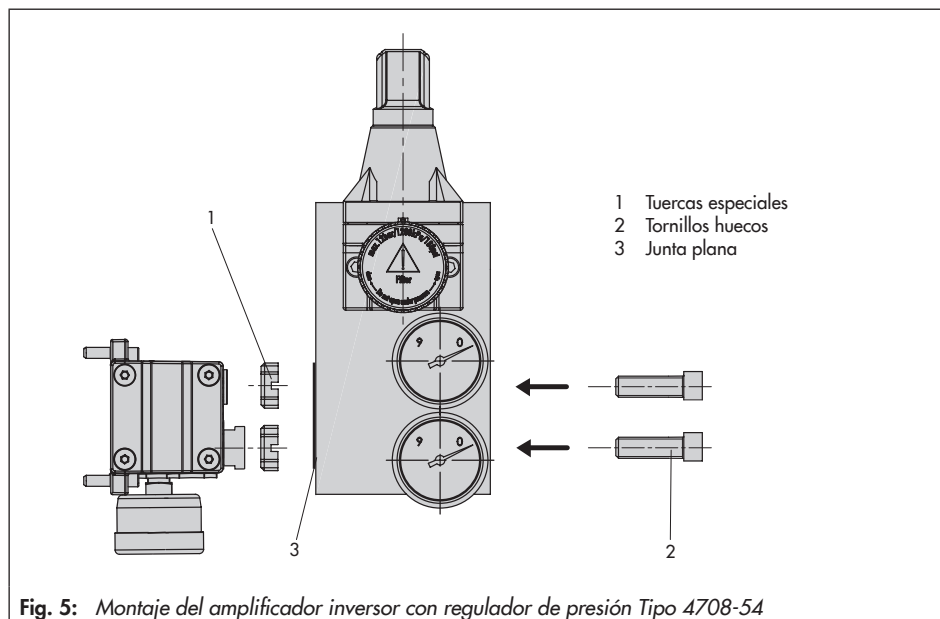

Fig. 5: Montaje del amplificador inversor con regulador de presión Tipo 4708-54
Accesorio necesario: tornillos con tuercas especiales 1400-7806 (fig. 5, pos. 1)
1. Roscar las tuercas especiales (1) en los orificios del amplificador inversor.
2. Colocar la junta plana (3) en la ranura del regulador de presión e introducir los tornillos huecos (2) en los taladros de conexión Output y Supply.
3. Colocar el amplificador inversor y fijarlo con los tornillos huecos (2).